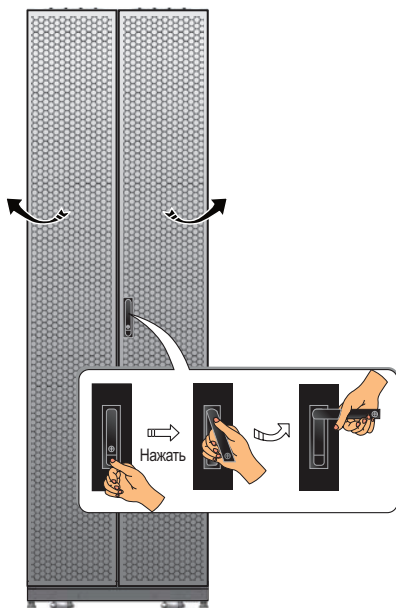
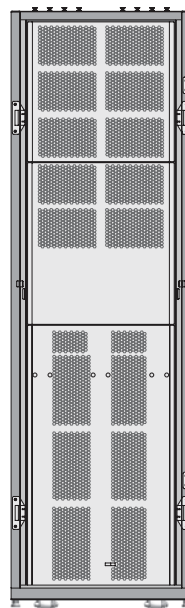

Рис. 2-6. Вид сзади
Рис. 2-7 Вид сзади с открытой дверцей
- **Вид сзади:** после того, как будет отперта и открыта задняя дверца, можно увидеть ручной переключатель байпаса (Q3) (см. Рис. 2-6 и Рис. 2-7).